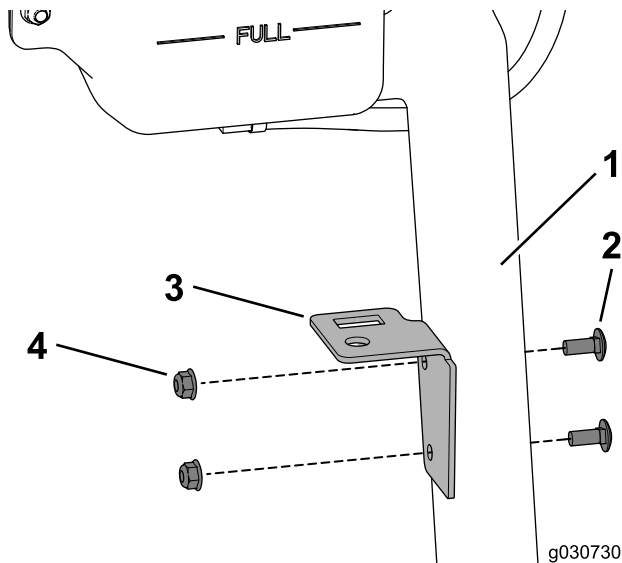

図 33
1. キャリッジボルト 5/16 x 3/4 インチ 2本 と フランジナット 5/16 インチ 2個を使って、タンクプレートを冷却液ボトルサポートに固定する 図 33。